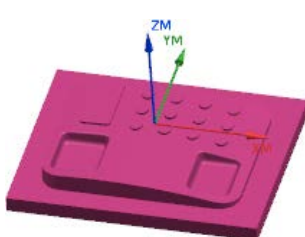

图 12.4 部件几何体
Step3. 在图形区中选择整个零件为部件几何体, 如图 12.4 所示。在“部件几何体”对话框中单击 **确定** 按钮, 完成部件几何体的创建, 同时系统返回到“工件”对话框。